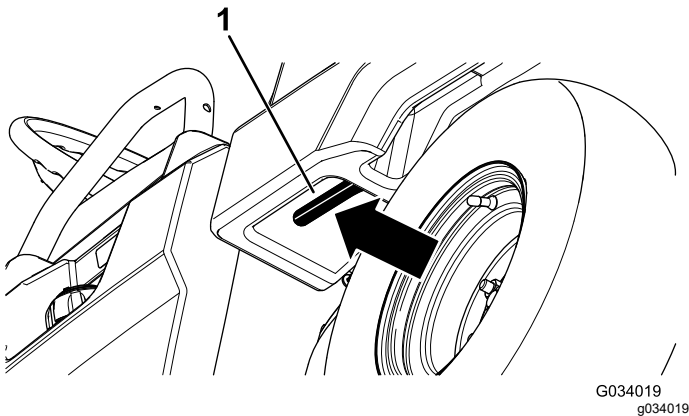

Figure 10
2. Tirez le levier situé à l'intérieur et à gauche du plateau de chargement vers vous, et levez le plateau (Figure 10).